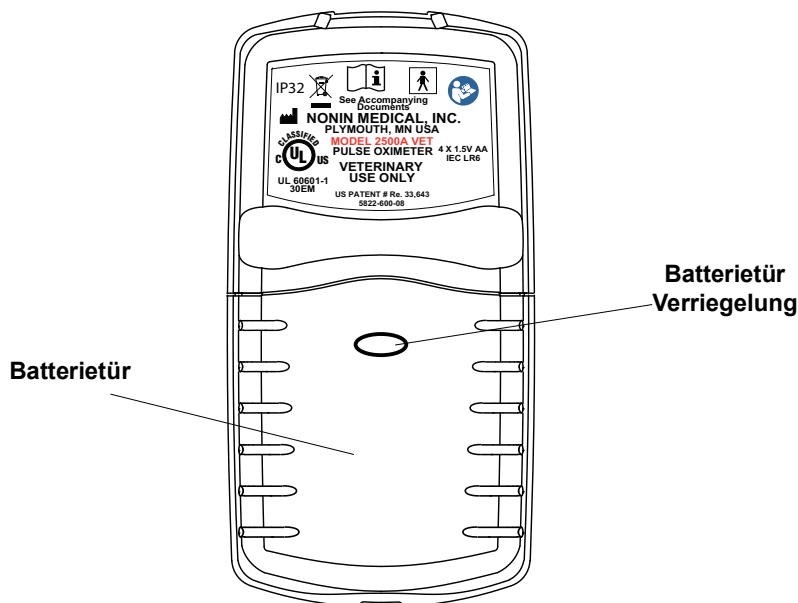

Abbildung 2: Modell 2500A VET - Rückansicht
1. Auf die Verriegelung des Batteriefachs drücken (Abbildung 2) und den Deckel des Batteriefachs vom Gerät abziehen.